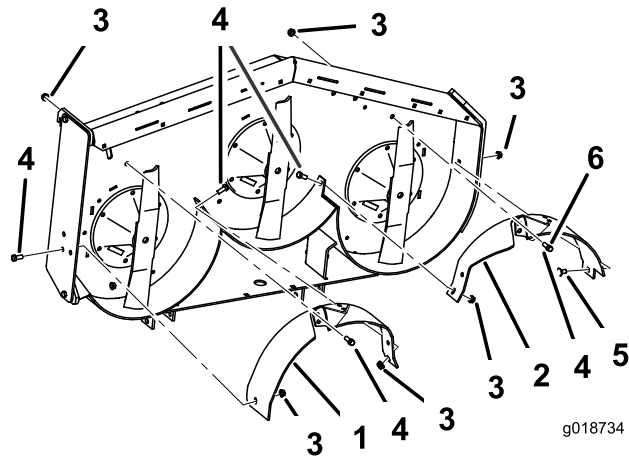

図 6
チ) 1本とフランジナット (3/8 インチ) 1個を使用する (図 6)。
2. 刈り込みデッキに右バツフルを仮止めする；ボルト (3/8 x 7/8 インチ) 2本とフランジナット (3/8 インチ) 2個を使用する (図 6)。
3. 排出プレートに右バツフルを仮止めする；ボルト (3/8 x 7/8 インチ) 1本とフランジナット (3/8 インチ) 1個を使用する (図 6)。
5. 刈り込みデッキに左バツフルを仮止めする；ボルト (3/8 x 7/8 インチ) 2本とフランジナット (3/8 インチ) 2個を使用する (図 6)。